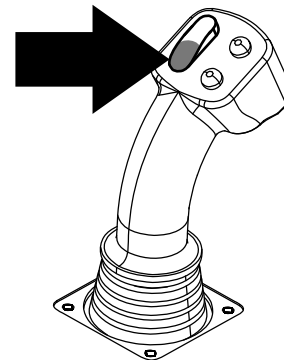

Bild 11
**Wichtig:** Halten Sie den unteren Teil des Nocken-Kippschalters am linken Joystick gedrückt, bis die Aktion in jedem Schritt abgeschlossen ist (Bild 11).